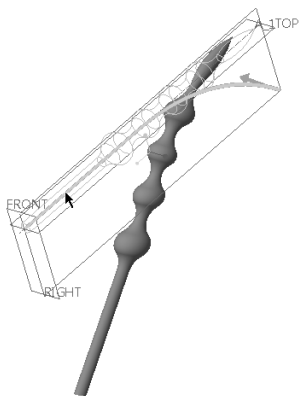
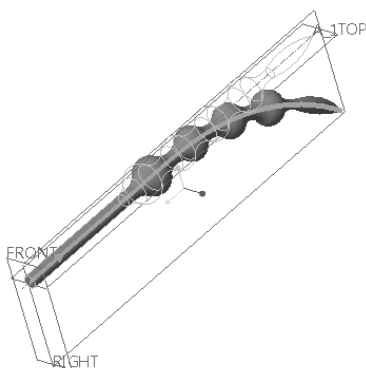

图 6-149 指定骨架线
图 6-150 切换骨架线的起点箭头后的预览效果
5) 在“样条折弯”选项卡中打开“参考”面板, 在“骨架”收集器的框内单击以激活“骨架”收集器, 接着在图形窗口中单击先前绘制的曲线作为骨架线, 如图 6-149 所示。如果骨架线的默认起点不是所希望的, 则在骨架线上单击起点箭头, 使起点箭头切换至骨架线的另一端, 其预览效果如图 6-150 所示。